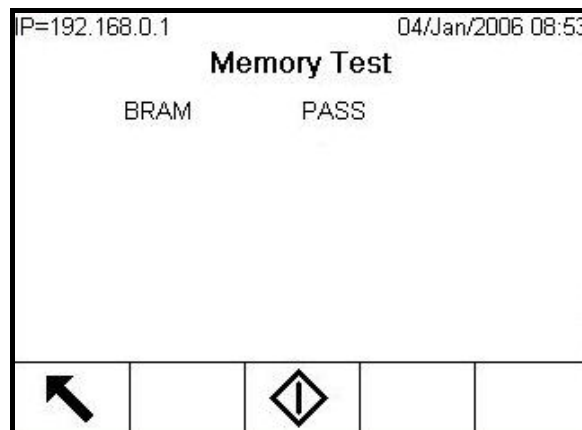

Figura 3-15: Schermata del prova della memoria
- Memory Test (Prova della memoria) (Figura 3-15) — Per testare la BRAM, premere il softkey AVVIO . Una volta terminata l'immissione, premere il softkey ESCI  per tornare alla struttura del menu.